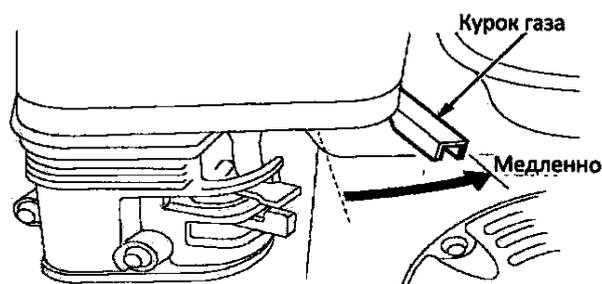

Рисунок 2.18 – Место положения курка газа
1. Сдвиньте курок газа в положение «*Медленно*» (рис. 2.18).